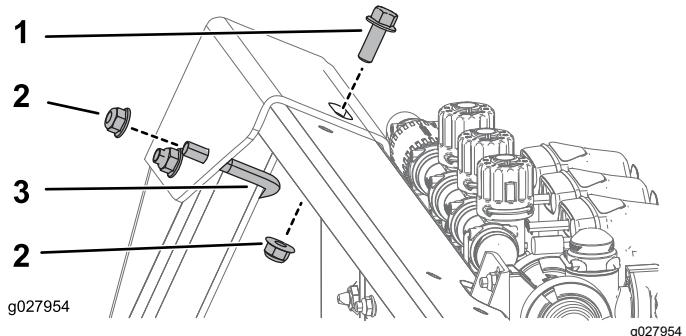

図 10
2. 上側ブラケットの裏側を **図 10** のように固定するUボルト1本、ボルト3/8-16 x 1" 1本、フランジナット3/8-16" 3個を使用する。